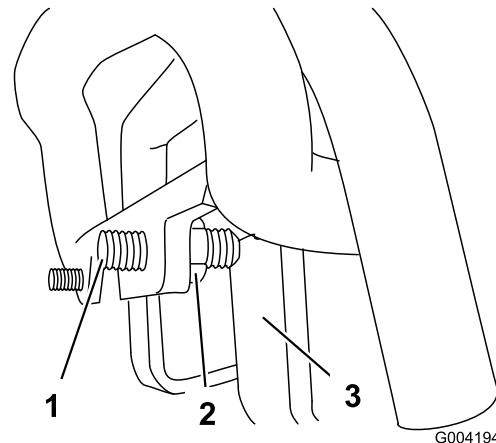

Bild 58
3. Falls die Maschine nach **links** zieht, lockern Sie die **rechte** Klemmmutter und stellen Sie die Spurweiten-Stellschraube vorne am Fahrantrieb ein (Bild 58).
4. Falls die Maschine nach **rechts** zieht, lockern Sie die **linke** Klemmmutter und stellen Sie die Spurweiten-Stellschraube vorne am Fahrantrieb ein (Bild 58).